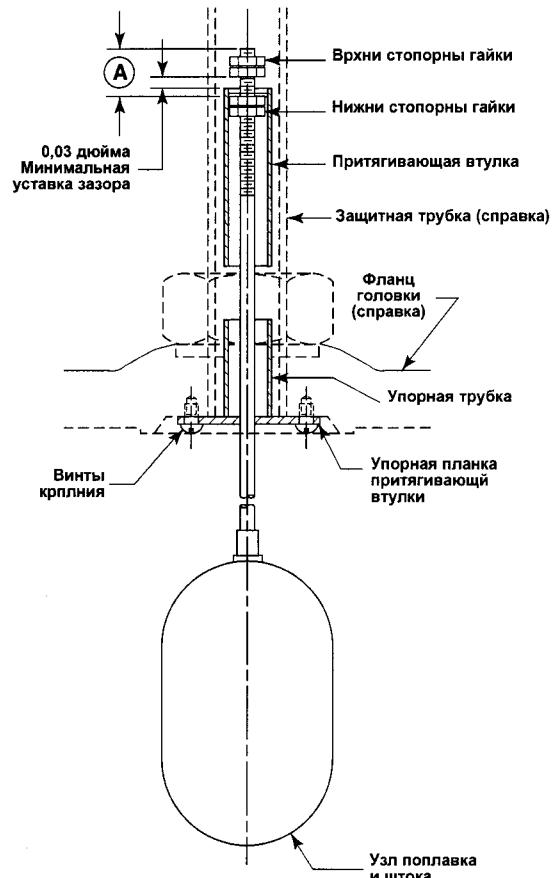

Рис. 7
**ПРИМЕЧАНИЕ:** Новые комплекты поплавка и штока поставляются в разобранном виде. См. ниже размер А в таблице стандартных установок нижних стопорных гаек и на рис. 7.